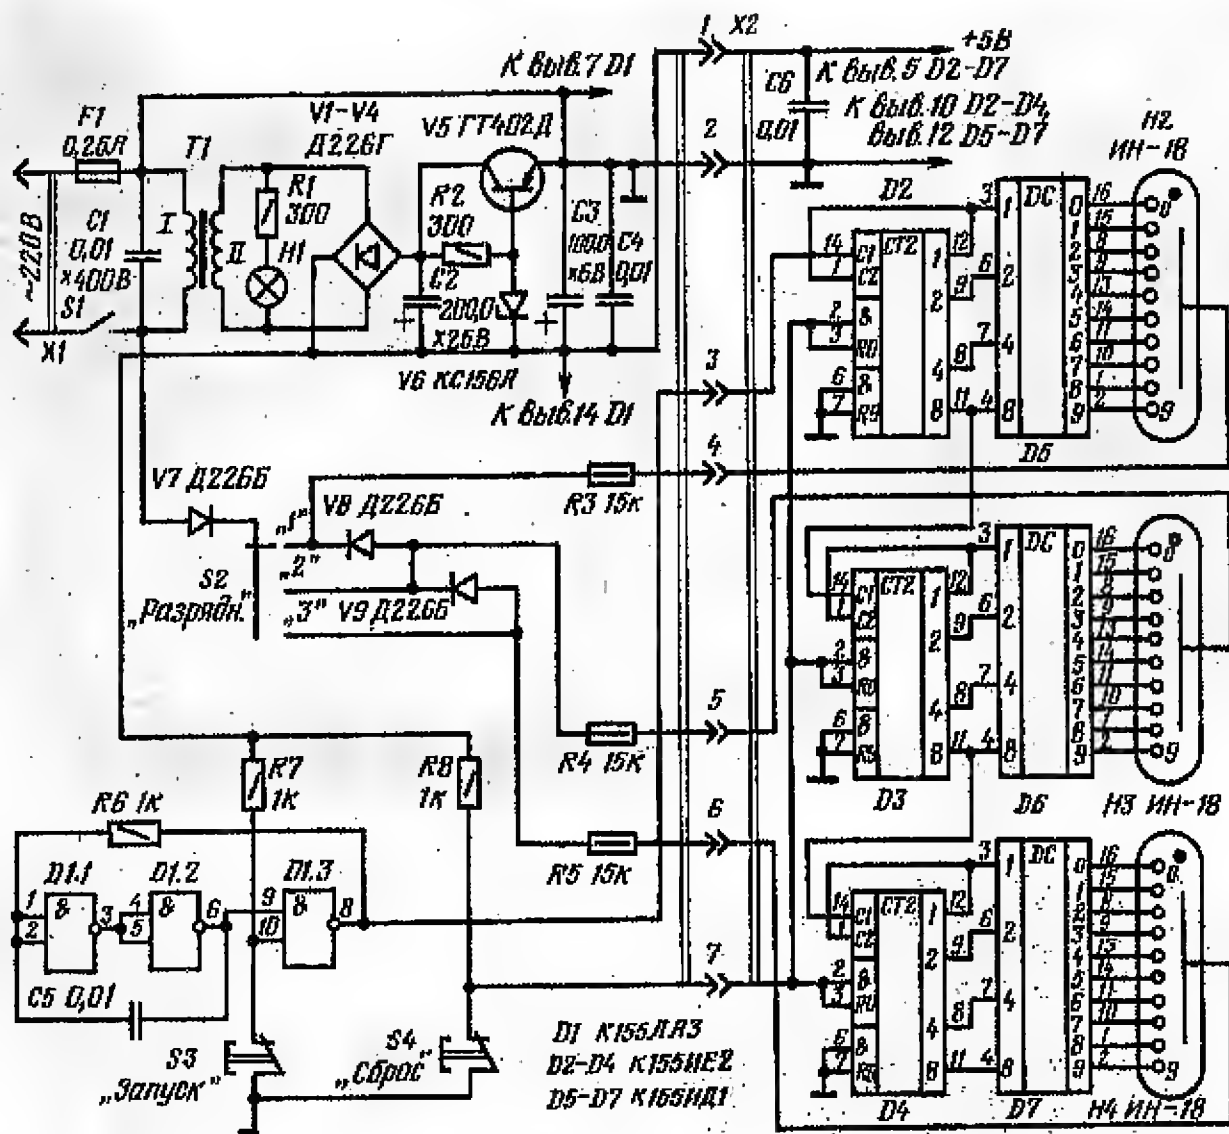

Рис. 1
**В** супергетеродинных приемниках для формирования требуемой амплитудно-частотной характеристики в тракте промежуточной частоты обычно используют многоконтурные LC-фильтры или электромеханические фильтры. При практической работе в эфире в полосу пропускания фильтра основной селекции наряду с основным принимаемым сигналом попадают помехи в виде сигналов несущей частоты АМ станции либо сигналов телеграфных станций. Такие узкополосные помехи вполне можно подавить режекторным фильтром с умножителем добротности контура Q. Принципиальная схема подобного фильтра приведена на рис. 1 на 4-й с. вкладки.
Основа автомата — трехдекадный счетчик (рис. 1), выполненный на интегральных микросхемах D2—D4, состояние которого отображают газоразрядные цифровые индикаторы H2—H4. Вход счетчика (вывод 14 микросхемы D2) соединен через контакт 3 разъема X2 с выходом генератора на микросхе-